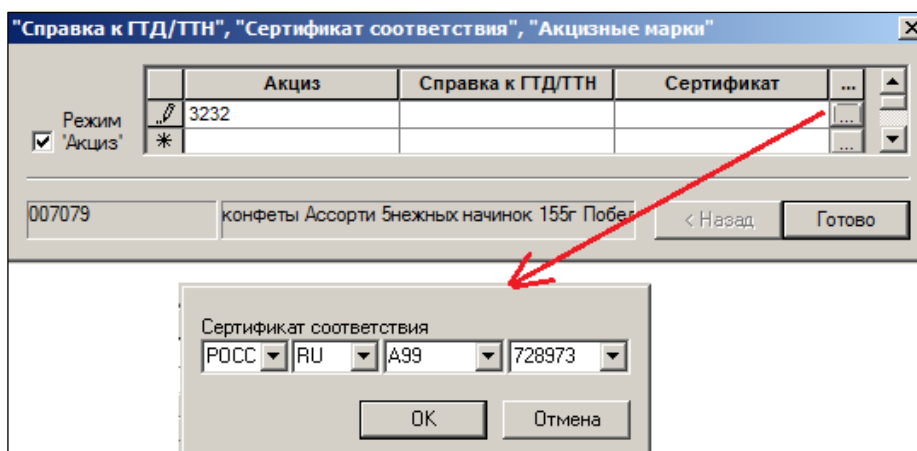

Рисунок 40 – Акциз и сертификат соответствия
- **Акциз, Справки к ГТД/ТН и Сертификат** – при щелчке мышью открывается окно, позволяющее проставить номер акциза, справки ГТД/ТН и сертификата соответствия (Рисунок 40). При нажатии кнопки **ОК** поля заполняются значениями.